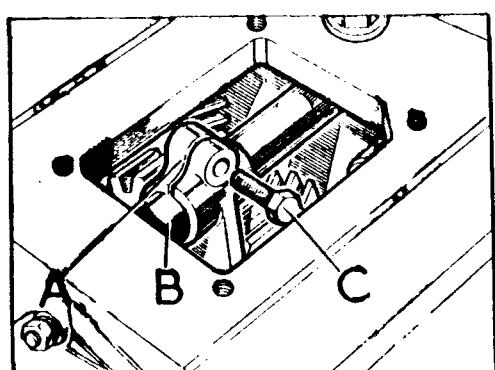

Fig. C-52 Conjunto de la horquilla se- lectora de la caja reductora
- 2.5. Completar el montaje siguiendo un orden inverso, asegurándose de que el torni- llo fiador, C (Fig. C-52) encaja en la ranura de la barra corredera.